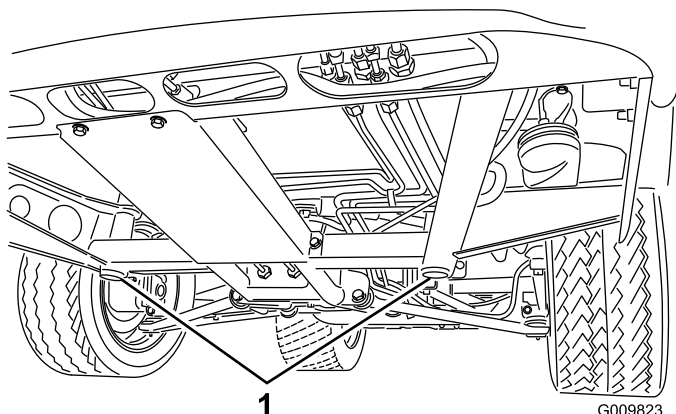

Рисунок 15
- Точка поддомкрачивания передней стороны автомобиля находится под передней средней опорой рамы (Рисунок 15).